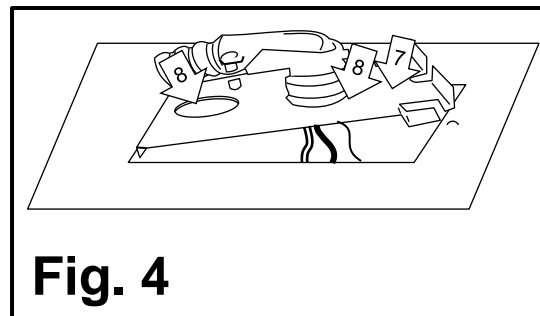

Fig. 4
9. Retire una **entrada** (#8) en la **placa de acceso** (#7) y jale los **cables de alimentación del luminario** a través de la apertura del la **entrada** (#8) [Fig. 4 y 5].